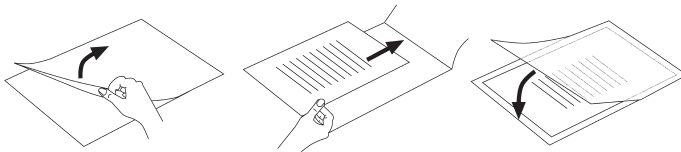

Fig. 2
- ▶ Veillez à utiliser un seul film pour la plastification. Ouvrez tout d'abord ce dernier, comme indiqué sur la fig. 2.
- ▶ Veuillez à utiliser un seul film pour la plastification. Ouvrez tout d'abord ce dernier, comme indiqué sur la fig. 2 (cf. p. 9).